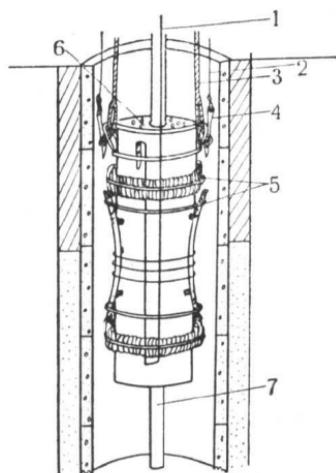

图 7 降落套管示意图
3.割绳铅丝：安装套管之前，棕碗内撑竹弓圈，固定卡铁爪，所绑扎的麻绳，均须捆紧，以缩小套管外径，便于降至井内（如图7）。在套管降至破洞处之后，这些麻绳都要割断，使其构件伸张开发利用。割断的方法是：取10号铅丝一根，长度大于安装深度，一端拴有插销，穿在套管管口铅丝箍上别紧，另一端分别穿过需要割断的各道麻绳，再反向管口处伸于井外。割绳的时候用力提拉铅丝，麻绳崩断，棕碗里面的竹弓圈，固定卡铁爪等张开，套管即卡于破管井壁处。